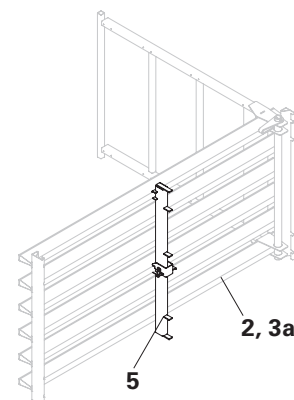

Fig. A7.06
4. Misurare la distanza tra i puntelli e il bordo della costruzione, poi montare di conseguenza la traversa GF 100 (5). (Fig. A7.06)